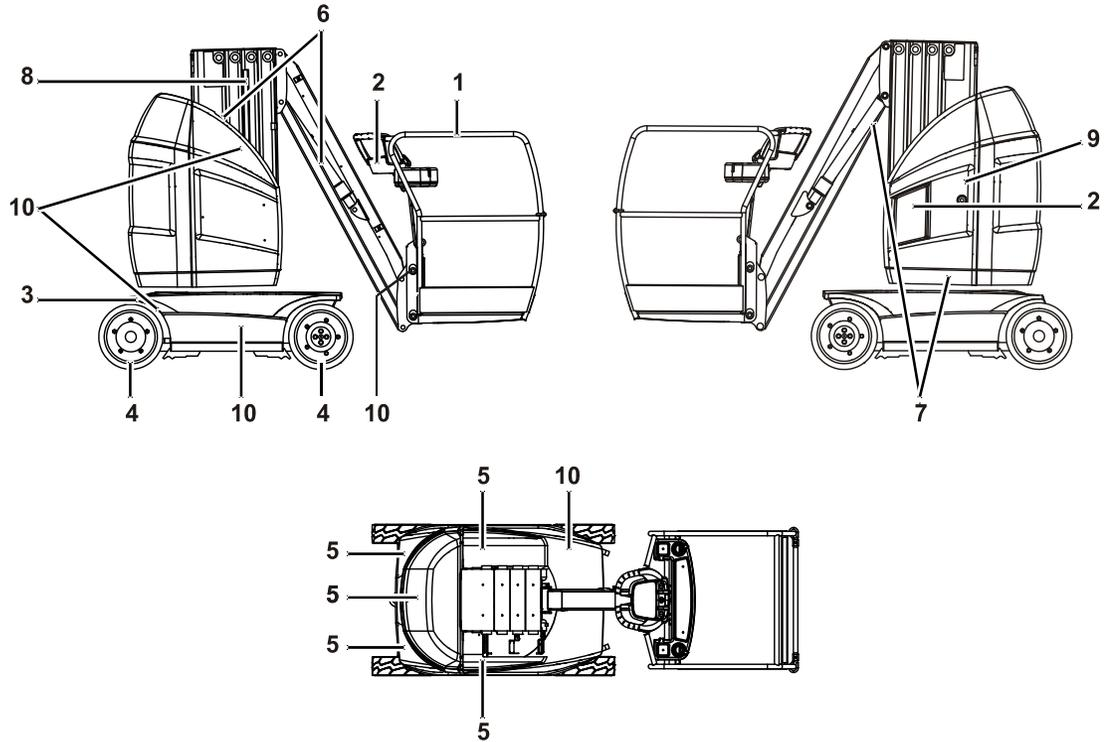

Bild 2-1. Tägliche Begehungs-Inspektion
5. **Begehungs" Inspektion** – Siehe Bild 2-1.